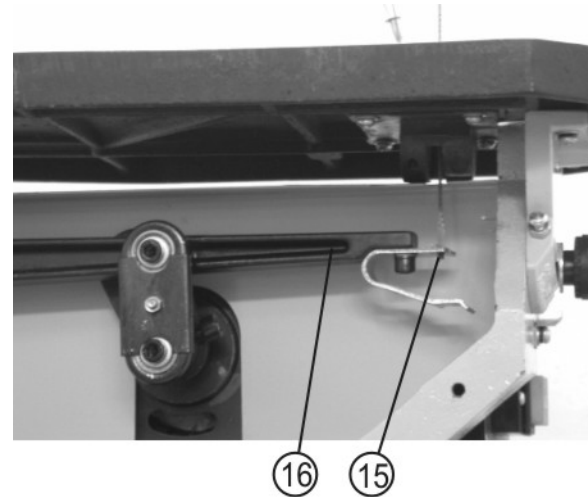
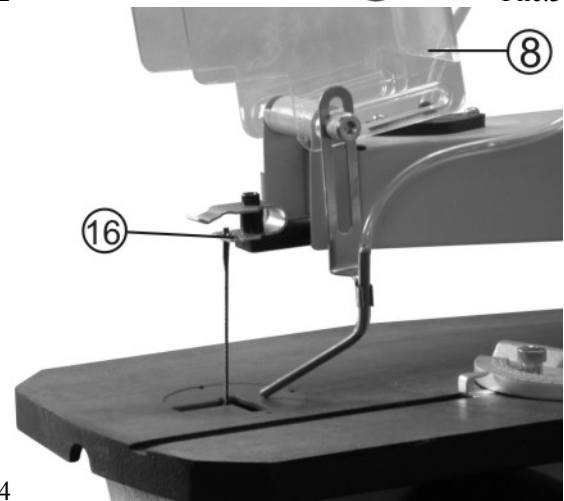

Рис.3
Рис.4
- 9.3. Поднимите в верхнее положение ограждение пыльного полотна (8), Рис. 4.
9.4. Приложив слабое давления вниз на верхний рычаг, чтобы освободить пыльное полотно, вытащите нижнюю часть пыльного полотна, потянув его на себя из нижнего держателя (15) нижнего рычага (16), Рис.3. Затем вытащите пыльное полотно (7) из верхнего держателя (17) верхнего рычага (18), Рис.4.